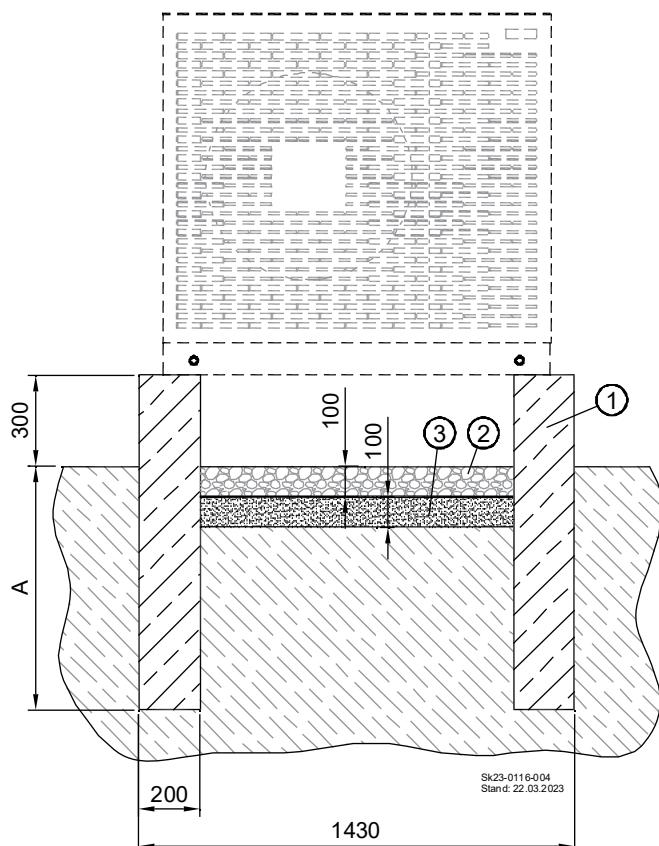

Abb. 4: Maßangaben Streifenfundament
- Erstellen Sie ein Streifenfundament gem. Abb. 4.
Legende zu Abb. 4: